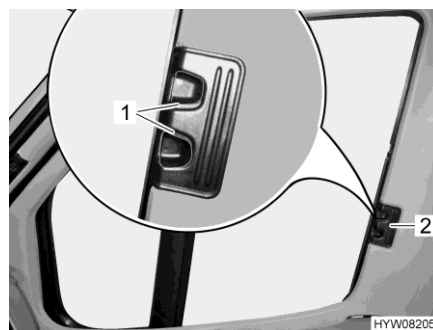

Fig. 19 Dispositif occultant plissé (fenêtre côté conducteur/passager)
- Presser les poignées de déverrouillage (Fig. 19,1) et les maintenir pressées.
- Tirer les dispositifs occultants plissés pour les fenêtres côté conducteur et côté passager par la poignée (Fig. 19,2) vers l'autre côté de la fenêtre et les rassembler au niveau de la piste magnétique.
- Pousser les dispositifs occultants plissés pour les fenêtres côté conducteur et côté passager jusqu'à la butée au niveau de la poignée (Fig. 19,2).
- Lâcher les poignées de déverrouillage (Fig. 19,1) et les faire s'enclencher.